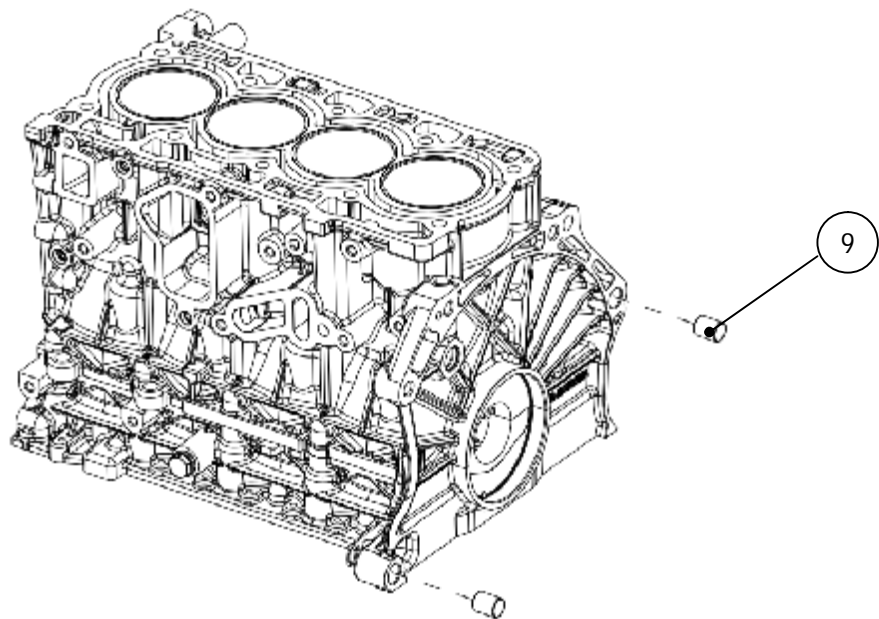

图 A-13 变速箱定位套的装配
- 7)、将 10 个六角法兰面螺栓 M8×1.25⑥装配到气缸体①上, 并按照图 A-13 的顺序 1-2-3-4-5-6-7-8-9-10 或者同时拧紧到 $25 \pm 5 \text{ N} \cdot \text{m}$ 。
分别将两个变速箱定位套⑨装配至气缸体①和框架⑤相对应的定位销孔上，如图 A-13 所示。变速箱定位套压装深度见表 A-9。